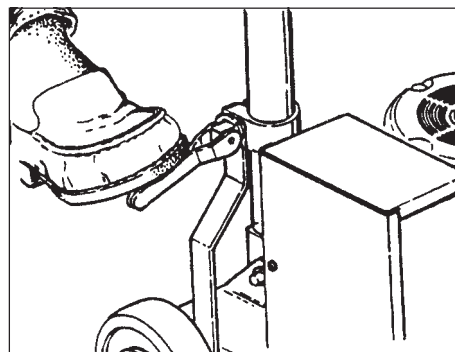

Figura 1
2. Sollevare e bloccare la maniglia in posizione verticale. Per bloccare la maniglia, spingerla verso la leva di blocco con il piede come mostra la Figura 1.